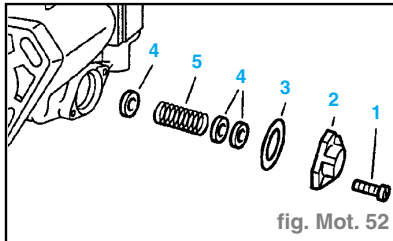

fig. Mot. 52
- Déposer les vis du couvercle (1) à l'aide d'un tournevis coudé de modèle courant pour vis Torx (fig. Mot. 52).